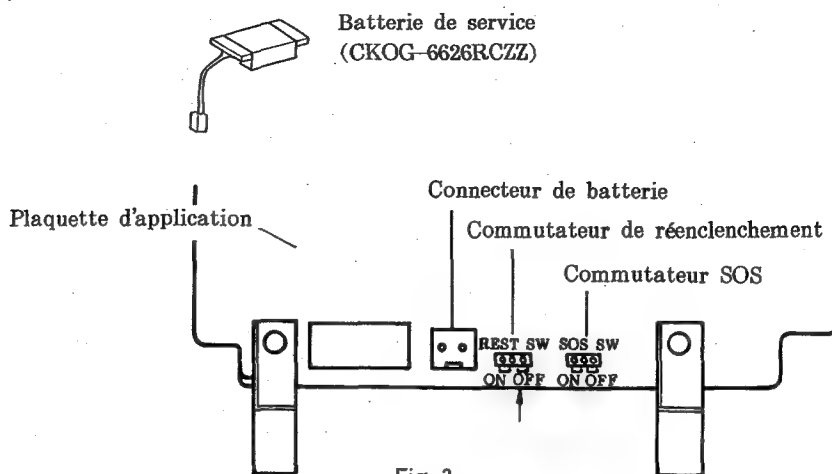

Fig. 3
a) Brancher une batterie de service (CKOG-6626RCZZ) au connecteur de la batterie situé sur la plaquette d'application. (Voir la Fig. 3.)
b) Régler le commutateur de réencalchement sur ON (en circuit). (Voir la Fig.3 ci-dessus.)
- (6) Après le raccordement des deux plaquettes, vérifier ou régler de la manière suivante les commutateurs sur les plaquettes (pour les positions des commutateurs, voir les Figs. 3, 5 et 6):